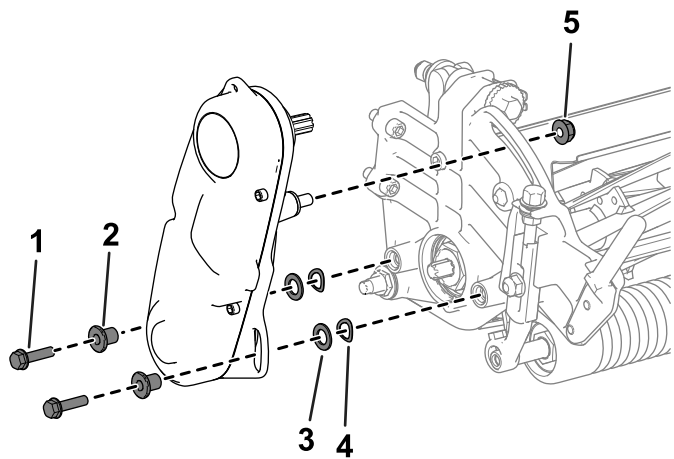

图 3
B. 从侧板上卸下滚刀驱动总成、扁平垫圈、弹簧垫圈和隔片图 3。